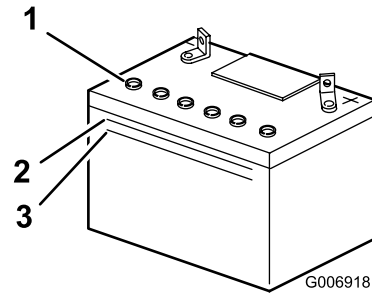

Bild 28
2. Sehen Sie sich die Seite der Batterie an. Die Batteriesäure sollte bis zur oberen Linie reichen (Bild 28).
Hinweis: Der Säurestand darf nicht unter die untere Linie fallen (Bild 28).
- Entfernen Sie die Entlüftungsdeckel von der Batterie (Bild 28).
- Gießen Sie langsam destilliertes Wasser in jede Batteriezelle, bis der Säurestand die obere Linie (Bild 28) am Batteriegehäuse erreicht.
- Warten Sie nach dem Füllen der Batteriezellen fünf bis zehn Minuten. Gießen Sie bei Bedarf destilliertes Wasser in jede Batteriezelle, bis der Säurestand die obere Linie (Bild 28) am Batteriegehäuse erreicht.